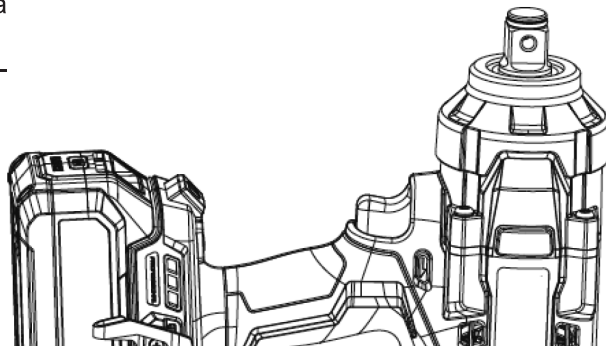

Рис. 5
- Чтобы снять ударную головку, просто потяните ее (рис. 5).